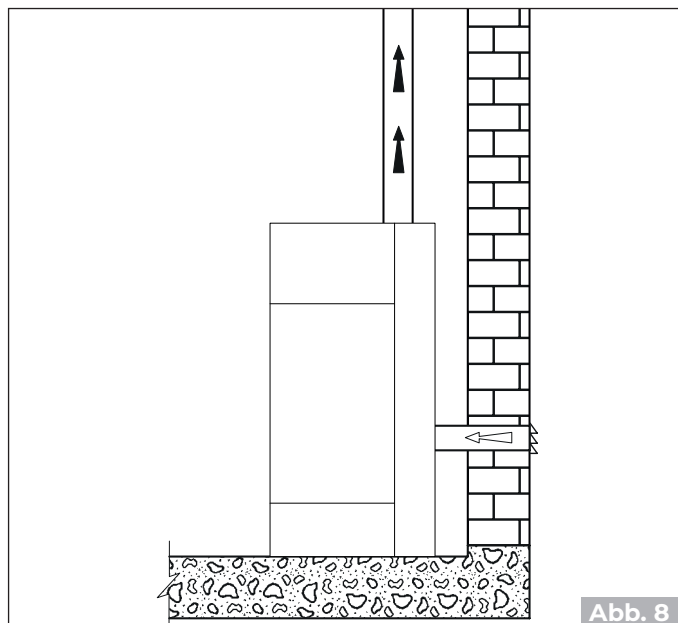

Abb. 8
- direkt von außen kommend mit direkter Verbindung zur Brennkammer (**Abb. 8**).
- den Verbrennungslufteinlass des Geräts mit einem geeigneten Kanal an den Lufteinlass anschließen (**Abb. 8**).